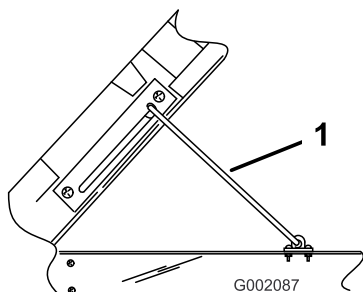

Bild 24
2. Ziehen Sie die Stützstange in die Auskerbung, um die Staubox zu befestigen (Bild 24).